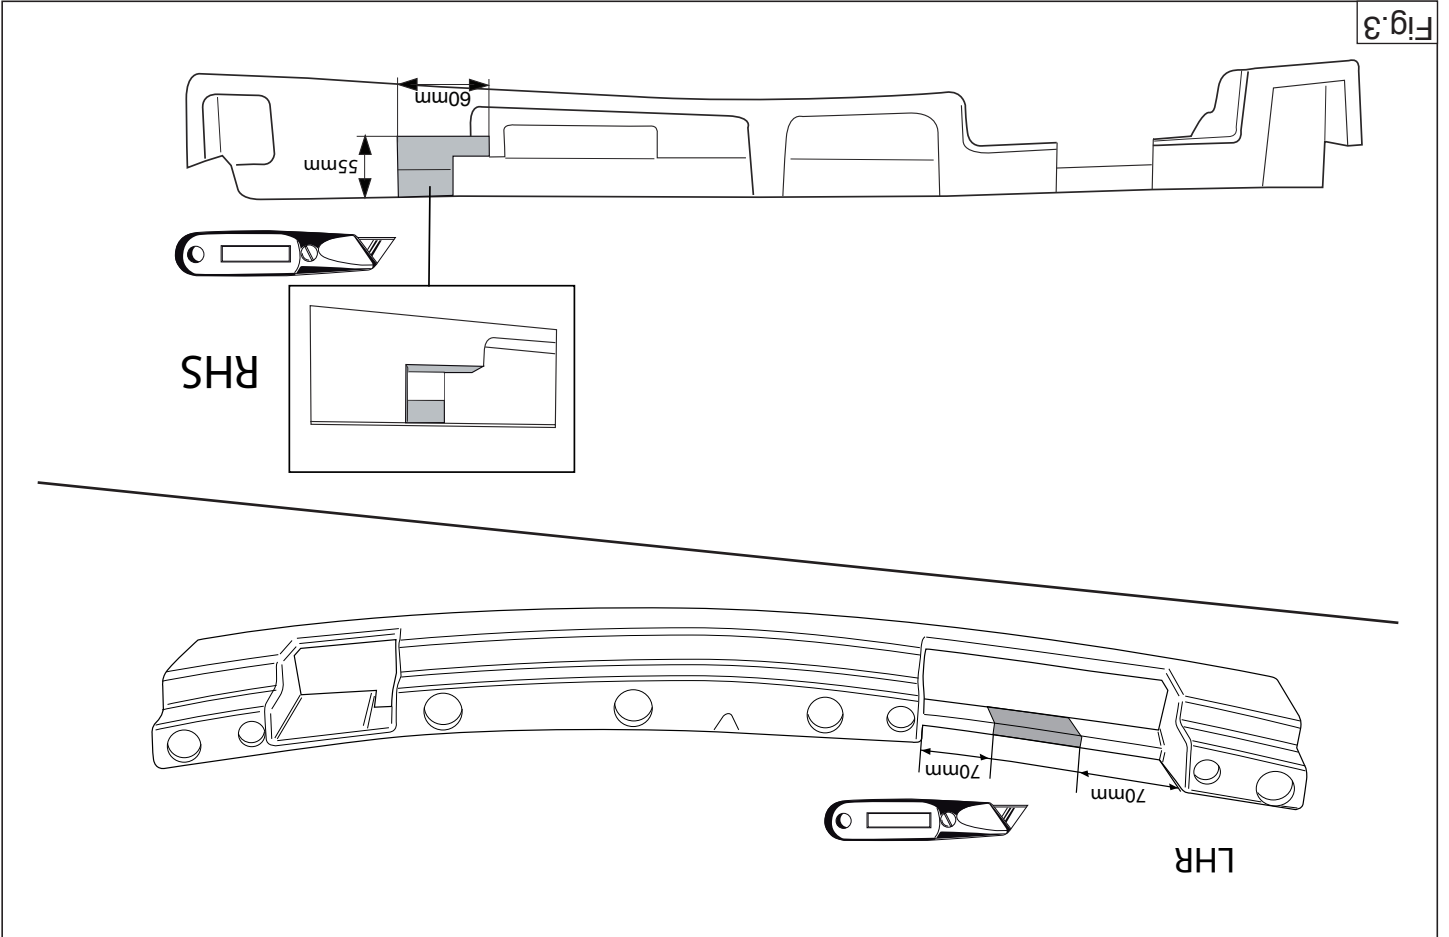

Fig. 3
9. Saw out the indicated section in accordance with figure 3.
9. Gemäß Abb. 3 das angegebene Teil herausschneiden.